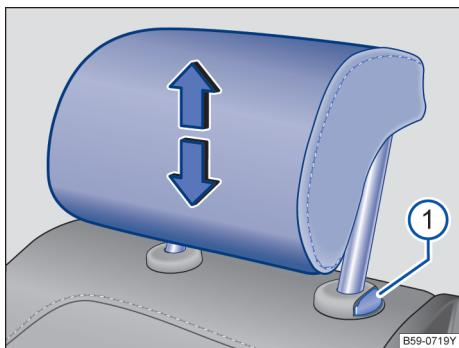

图 85 拆卸和安装后排头枕
- 按住按钮 → 图 85① 将头枕完全拉出。
- 按住按钮 → 图 85① 向下移动头枕。